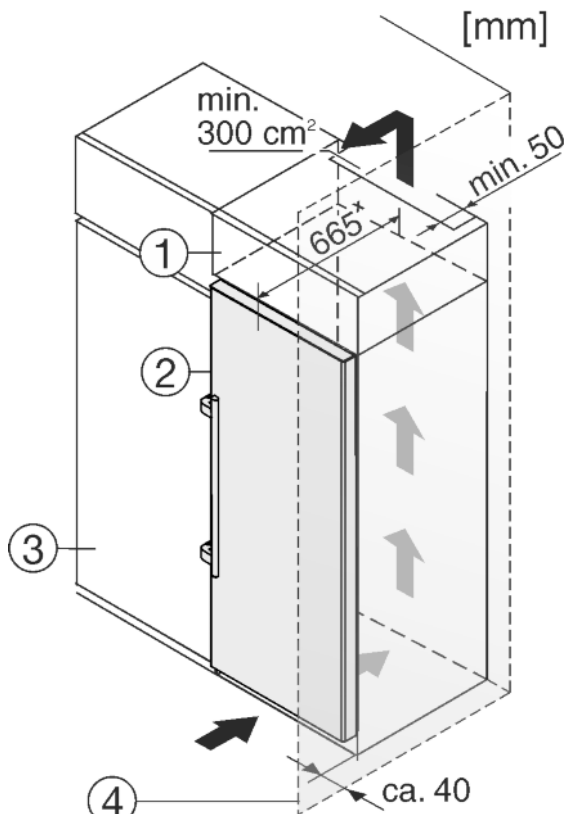

Fig. 22
Устройство может быть окружено предметами кухонной обстановки. Чтобы уравнять устройство Fig. 22 (2) по высоте с кухонной стенкой, можно установить над устройством соответствующий дополнительный шкафчик Fig. 22 (1).
В комбинации с кухонными шкафами устройство можно устанавливать непосредственно рядом с кухонным шкафом Fig. 22 (3). Чтобы можно было полностью открыть двери, устройство должно выступать, как минимум, на 65 мм* относительно передней стенки кухонного шкафа. В зависимости от глубины кухонных шкафов и использования пристенных распорок устройство может выступать и больше.
Если устройство установлено на шарнирах у стены Fig. 22 (4), то расстояние между устройством и стеной должно быть не менее 40 мм. Настолько выступает ручка при открытой двери.